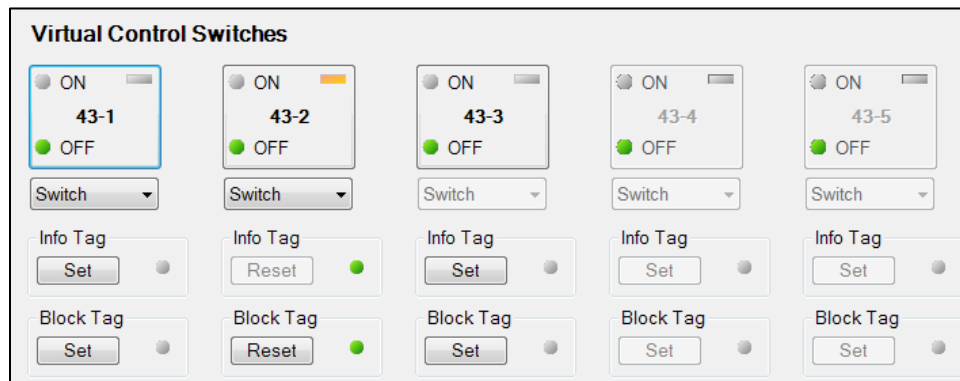

Figura 74-2. Pantalla de control Interruptores virtuales de BESTCOMSPPlus
Paso 3: Utilice el Explorador de mediciones de BESTCOMSP*Plus* para abrir la rama del árbol Control, Interruptores virtuales (Figura 74-2). Al utilizar la función seleccionar antes de operar, realice los siguientes pasos para controlar un interruptor virtual.